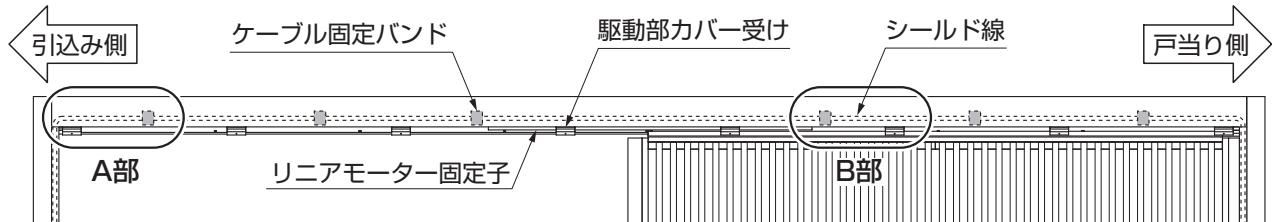
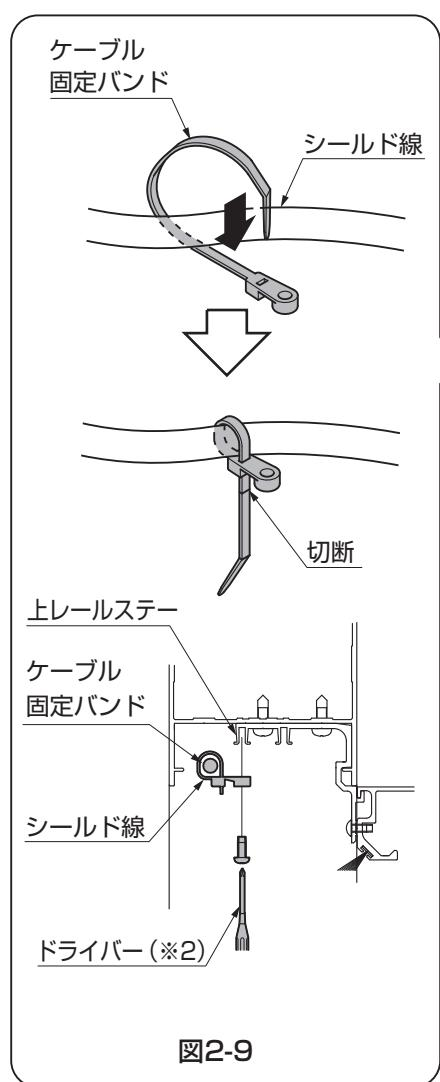
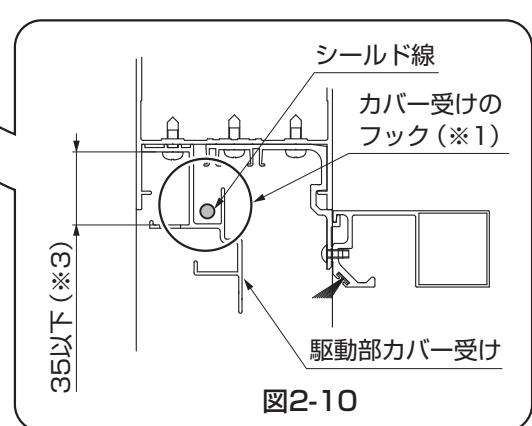

図2-6
図2-9
図2-10
①引込み側シールド線をカバー受けのフック(※1)を通しながら戸当り側まで配線してください。(図2-6、図2-10参照)
②ケーブル固定バンドをシールド線に6箇所取付けて【1-1】で取付けてください。(図2-6、図2-9参照)
- ケーブル固定バンドはシールド線がたるまないよう(※3)に注意して取付けてください。(図2-10参照)
(2) シールド線と固定子ハーネスの引込み